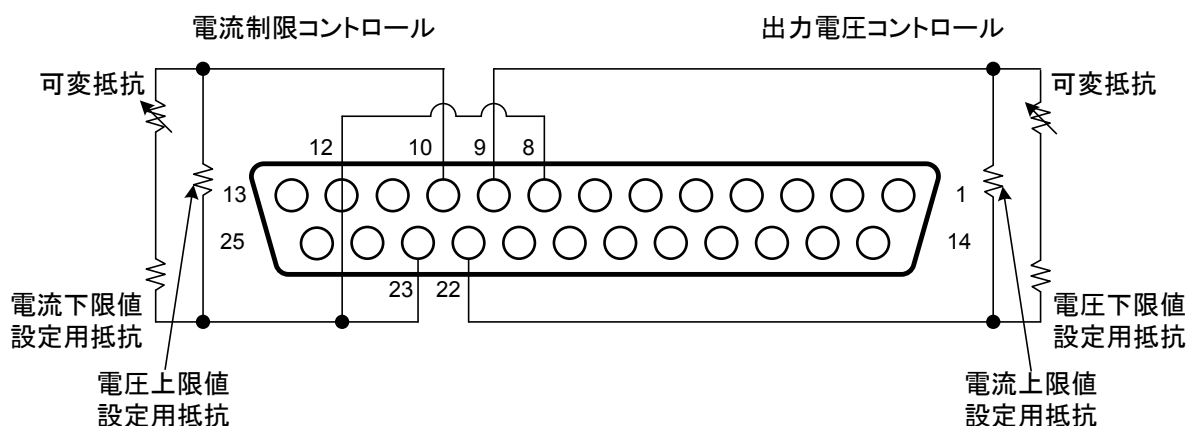

図 5-2 リモートコントロール抵抗（J1 コネクタはリアパネルから見た図）
- (1) AC ON/OFF スイッチを OFF にしてください。
- (2) 設定スイッチ SW1-1 と SW1-2 を UP（上向き）に設定してください。
- (3) SW1-3 を用いて抵抗コントロールレンジの選択をしてください。
- (4) SW1-7 と SW1-8 を UP（上向き）に設定して抵抗コントロールモードを有効にしてください。
- (5) J1-8、J1-12、J1-23 の 3 端子間を短絡してください。
- ◆ 図 5-2 および「3-4-1. J1 コネクタの機能およびピン配列」の図 3-5、表 3-2 参照してください。
- (6) 図 5-2 に示すようにコントロール抵抗を J1 のプラグ側に接続してください。